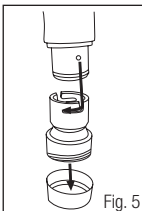

Fig. 5
2. Si l'on utilise un tuyau de respiration de série BT, visser l'adaptateur V-199 3M™ dans l'orifice de sortie d'air du souffleur à moteur GVP-100, puis fixer le tuyau de respiration BT à l'adaptateur en insérant l'extrémité dotée de deux broches dans le haut de l'adaptateur. Tourner ensuite l'extrémité du tuyau pour le verrouiller en place (Fig. 5).